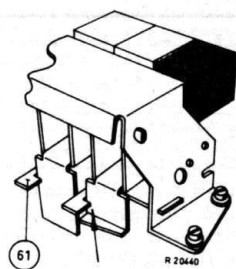

Fig. 51
- Als de opspoel- of terugspoeltoets ingedrukt is, moeten de opname-, snelstop- en weergavetoets vergrendeld zijn. Hiervoor zorgt vergrendelbeugel 61, zie fig. 51. Eventueel in te stellen door de lippen van vergrendelbeugel 61 iets te verbuigen.